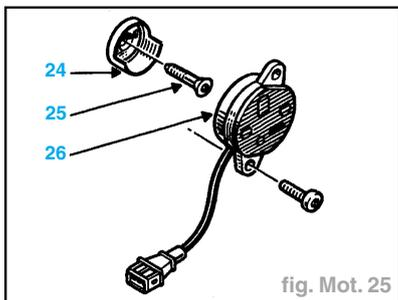

fig. Mot. 25
- l'écran (24) du capteur cylindre en serrant la vis (25) à **1,7 daN.m** (fig. Mot. 25),